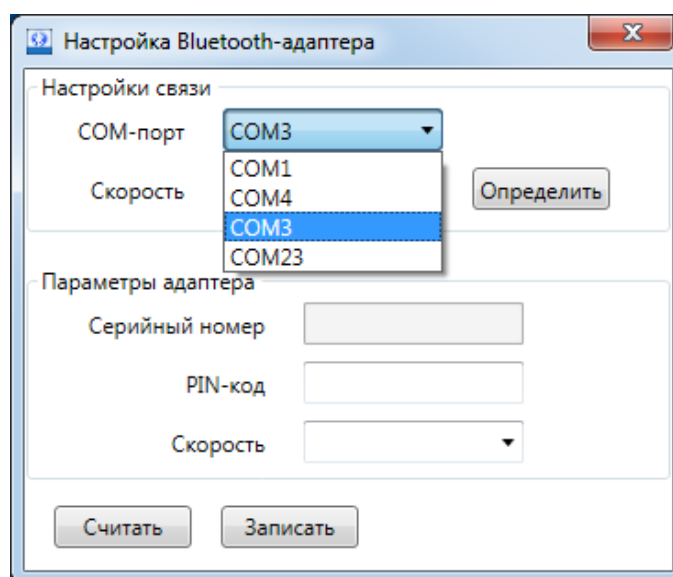

Рис.2. Выбор COM-порта для связи с адаптером.
- 3.1.4. Выберите «COM порт» ПК и нажмите кнопку «Определить» (рис.2):